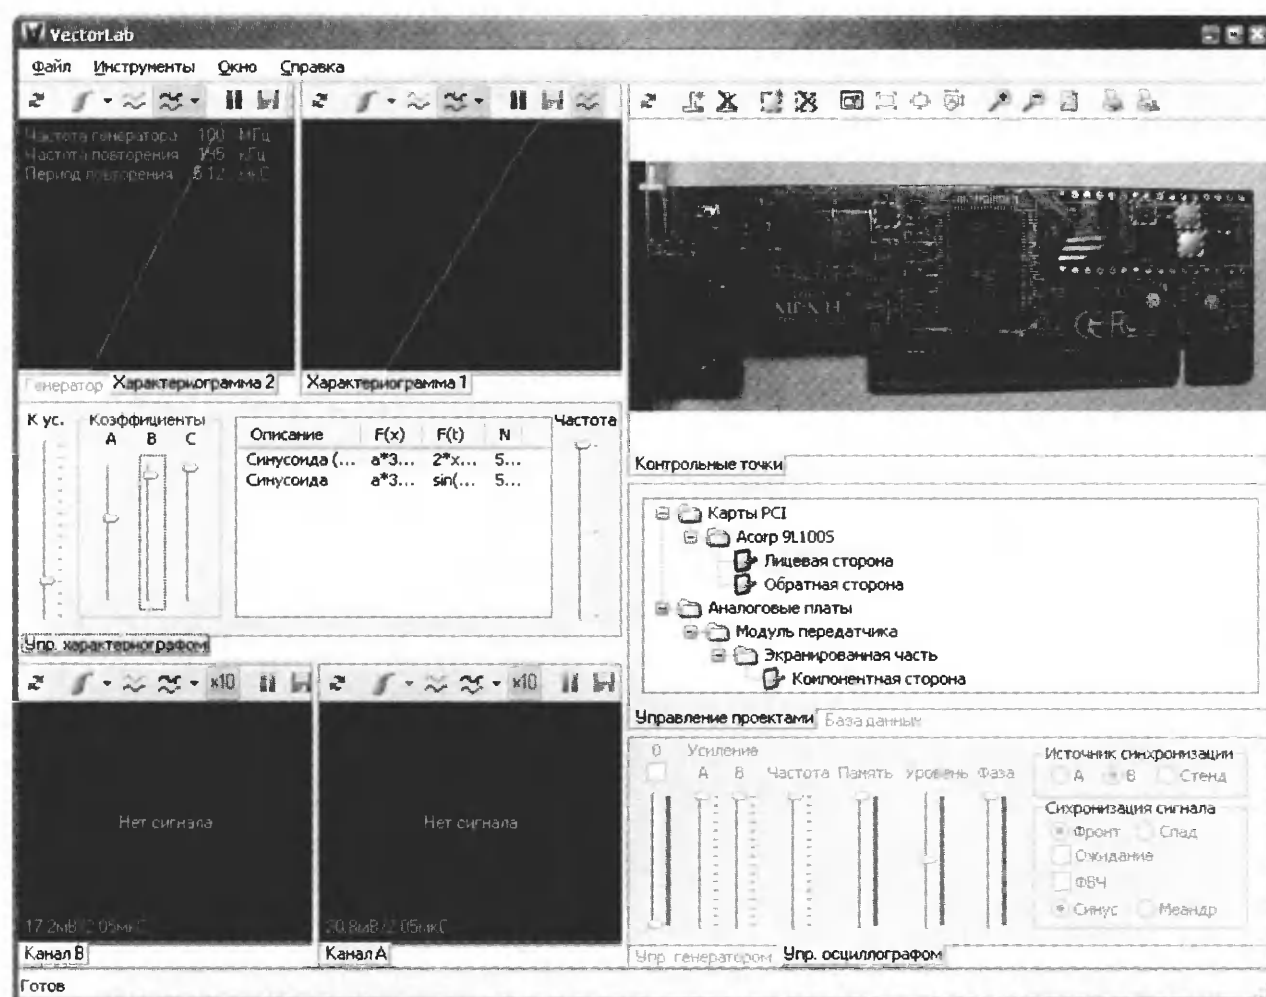

Рис. 4. Интерфейс VectorLab
2.5 (DOS версия), VectorLab, MACS32 (Windows версии) (рис. 4).